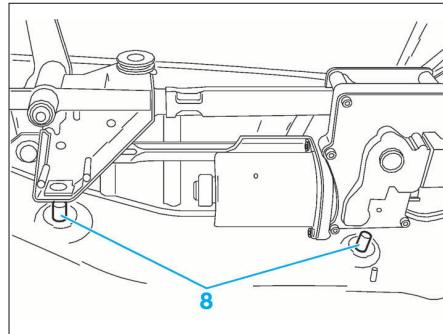

FIG. 20
! L'opérateur devra s'assurer de la mise en place des deux pions de centrage (8) situés derrière le motoréducteur (sinon le mécanisme se monte avec un risque de dysfonctionnement et peut être amené à toucher le pare-brise) ; Seul le toucher en aveugle permet de savoir si les pions sont dans leur logement (Fig.20).
- serrer les fixations (2) et (3) à 1 daN.m